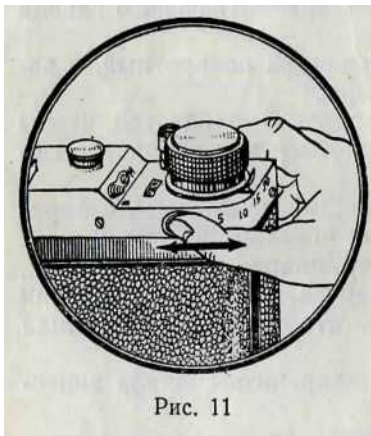

Рис. 11
8. Установить указатель счетчика кадров на деление «0». Для этого кнопку счетчика сдвигать влево и вправо, как показано на рис. 11, до тех пор, пока цифра «0» не встанет против красного индекса в окне счетчика.